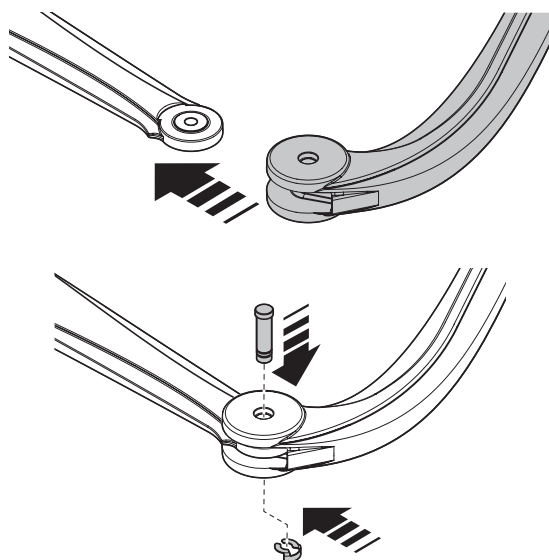

Fig. 9
02. Fijar los dos brazos entre sí utilizando el pasador y la seeger **fig. 9**;